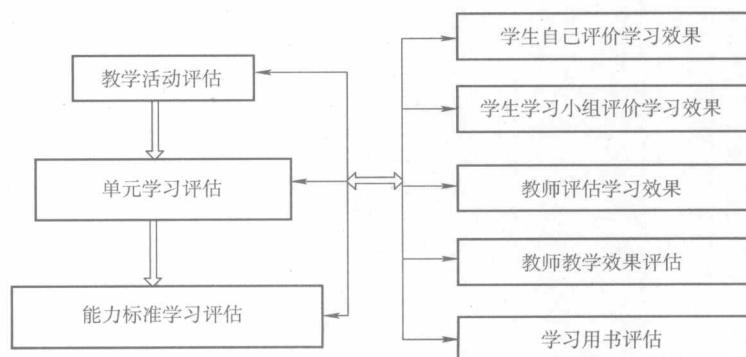

图 0-3 教学评估计划
(1) 教学评估目的 教学评估是对学生学习需求与效果的及时反馈, 是对课程教学活动设计和实施过程的质量监控, 是对学生学习参与程度的及时检查。
(2) 教学评估的标准 按照《汽车维修技术人员培训能力标准》中《QTPBW019 拆卸和标记变速器系统部件》、《QTPBW041 检查和维护自动变速器》、《QTPBW076 维修自动变速器》、《QTPBW094 维修自动变速器零件》进行学习效果和学习需求评估。
(3) 教学评估计划 教学评估计划如图 0-3 所示。